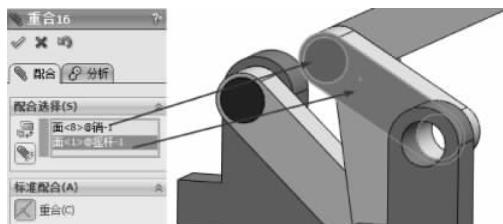

图 3-196 重合配合
(28) 继续配合约束,选择【标准配合】选项组下的【重合】配合类型  ,在【要配合的实体】选择框 中选择如图 3-196 所示的面,其他保持默认,单击【确定】按钮 ,完成重合配合。